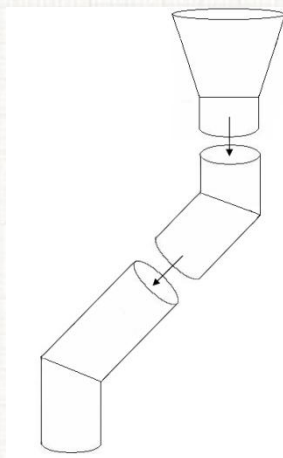

рис.11
1. Соберите (не закрепляя заклепками) водосливной комплект – воронка или ливнеприёмник, колено верхнее, колено среднее), вставив воронку или ливнеприёмник в верхнее колено, а верхнее - в среднее (рис.11). Для возможности стыковки трубы, колена и воронки имеют конусообразную форму (сторона, на которой шов шире - диаметром меньше).